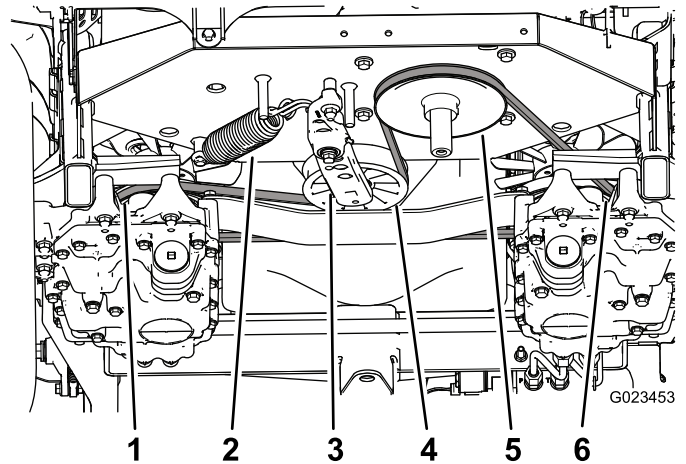

图56
3. 使用张紧臂上的方形孔中的棘轮，抵住张紧弹簧（图56），并拆下张紧轮上的皮带。
4. 解开张紧臂和机架上的张紧弹簧（图56）。
9. 将弹簧安装到张紧臂和机架上（图56）。